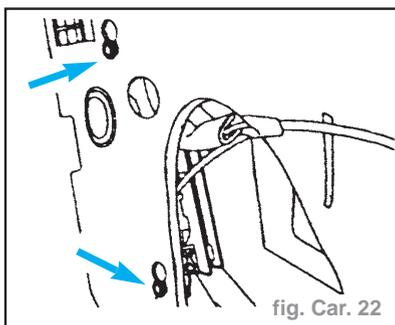

fig. Car. 22
- Déposer la fixation de coulisse supérieure de vitre de porte. (fig. Car. 22)